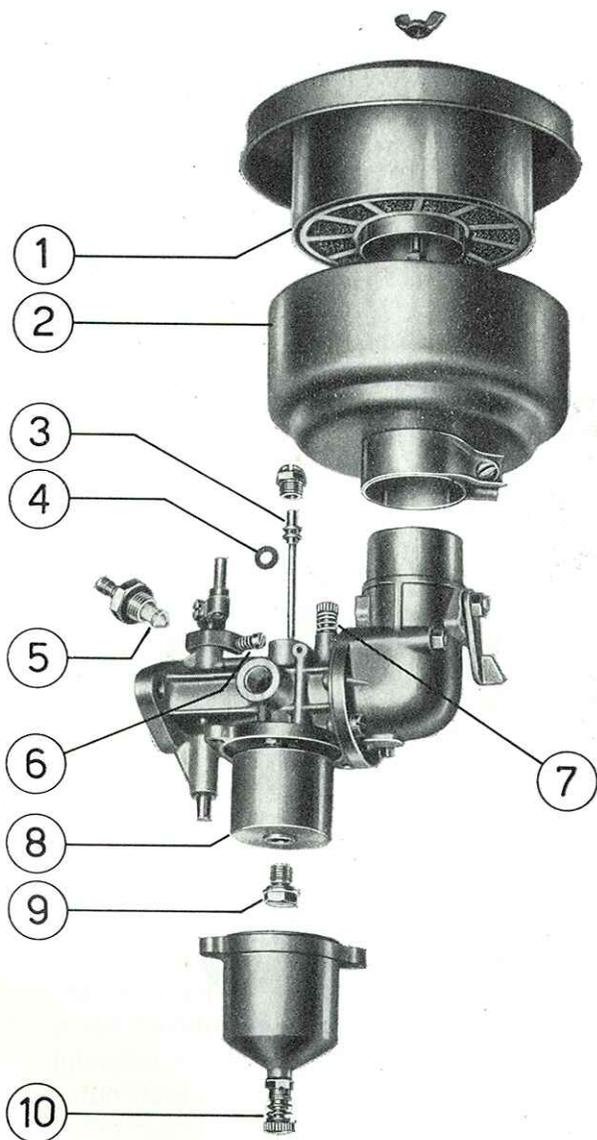

FIG. 4
CARBURAZIONE (fig. 4)
L'alimentazione è per caduta. Pertanto effettuare la pulizia del serbatoio, del rubinetto, della tubazione ed infine del filtro (5) (fig. 4) del carburatore come detto precedentemente a pag. 12.